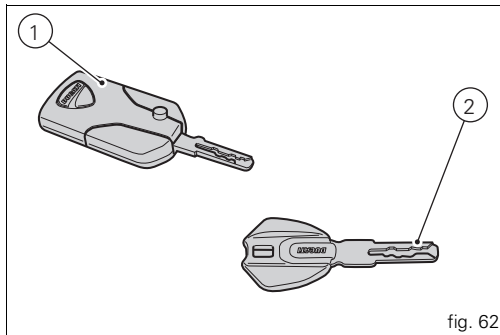

fig. 62
### Llaves (fig. 62)
- Nº 1 llave activa (1, fig. 62).
- Nº 1 llave pasiva (2, fig. 62).
Se recomienda no viajar con la llave (1 o 2, fig. 62) introducida en la cerradura de la tapa del depósito o del asiento, dado que podría salirse y constituir un peligro potencial. Además, si es golpeada, podrían dañarse tanto la llave como el circuito integrado a la misma.